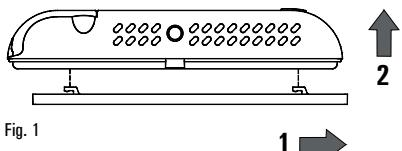

Fig. 1
- Décrocher la plaque murale enfoncee sous la base du chronothermostat comme indiquée dans la Fig. 1.